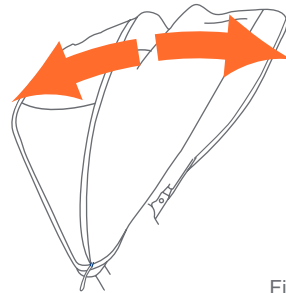

Fig. 11b
- **Para abrir la cubierta:** empuje hacia delante el borde delantero de la cubierta mientras sostiene la parte trasera de la misma en su sitio (Fig. 11b).
- **Para plegar la cubierta:** empuje hacia atrás el borde delantero (Fig. 11b).